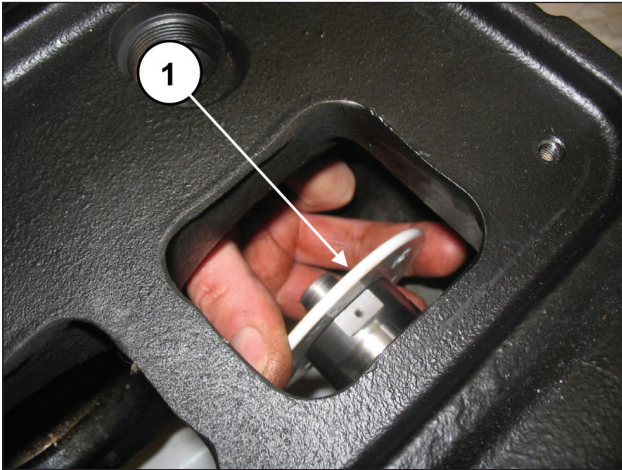

Abb. 161
Entfernen Sie die Spritzschutzringe von den Kolbenführungen (Pos. ①, Abb. 161).